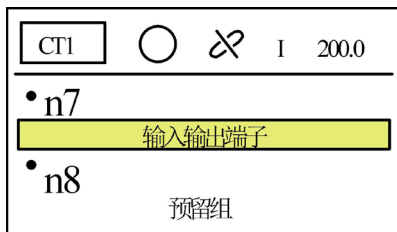

图 4-12
8. 按  按键，选择“n7- 输入输出端子”，如图 4-12